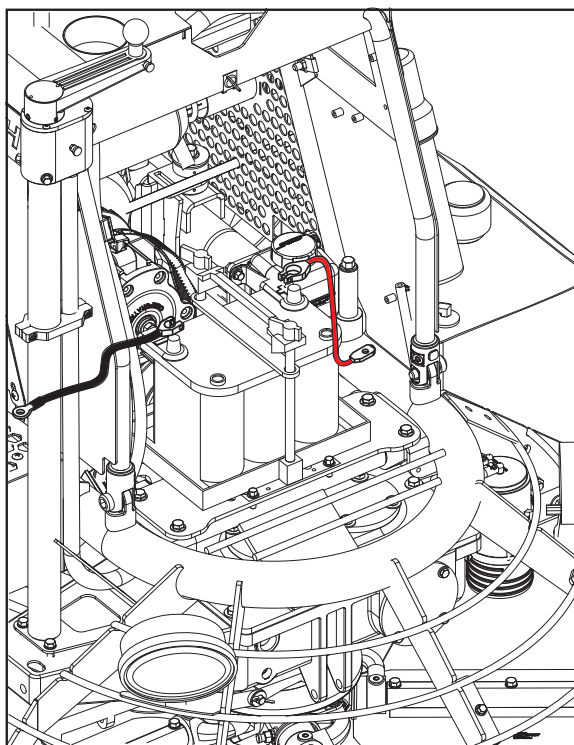

Figura 17. Caja de la batería
2. Conecte primero el cable positivo (**ROJO**) con el terminal positivo de la batería, y después conecte el cable negativo (**NEGRO**) con el terminal negativo (Figura 17).